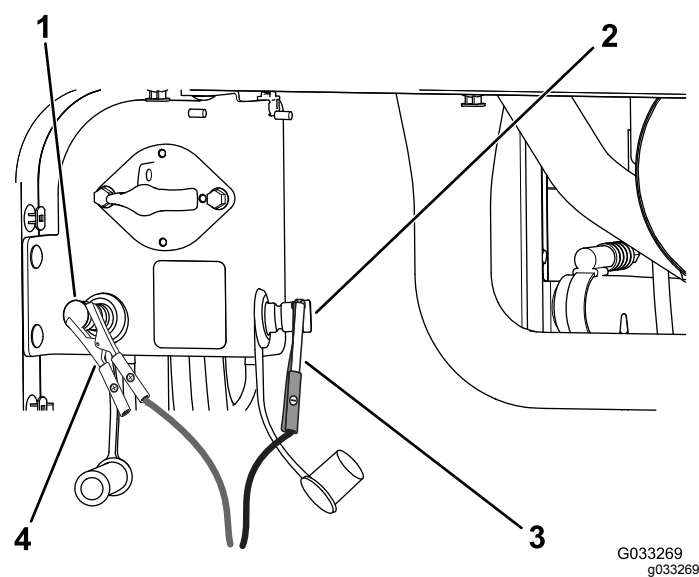

Figura 98
4. Ligue o cabo positivo do carregador da bateria ao polo positivo de arranque (Figura 98).
5. Ligue o cabo negativo do carregador da bateria ao polo negativo de arranque (Figura 98).
7. Quando as baterias estiverem totalmente carregadas, desligue o carregador da tomada elétrica e em seguida desligue os cabos do carregador dos polos de arranque (Figura 98).